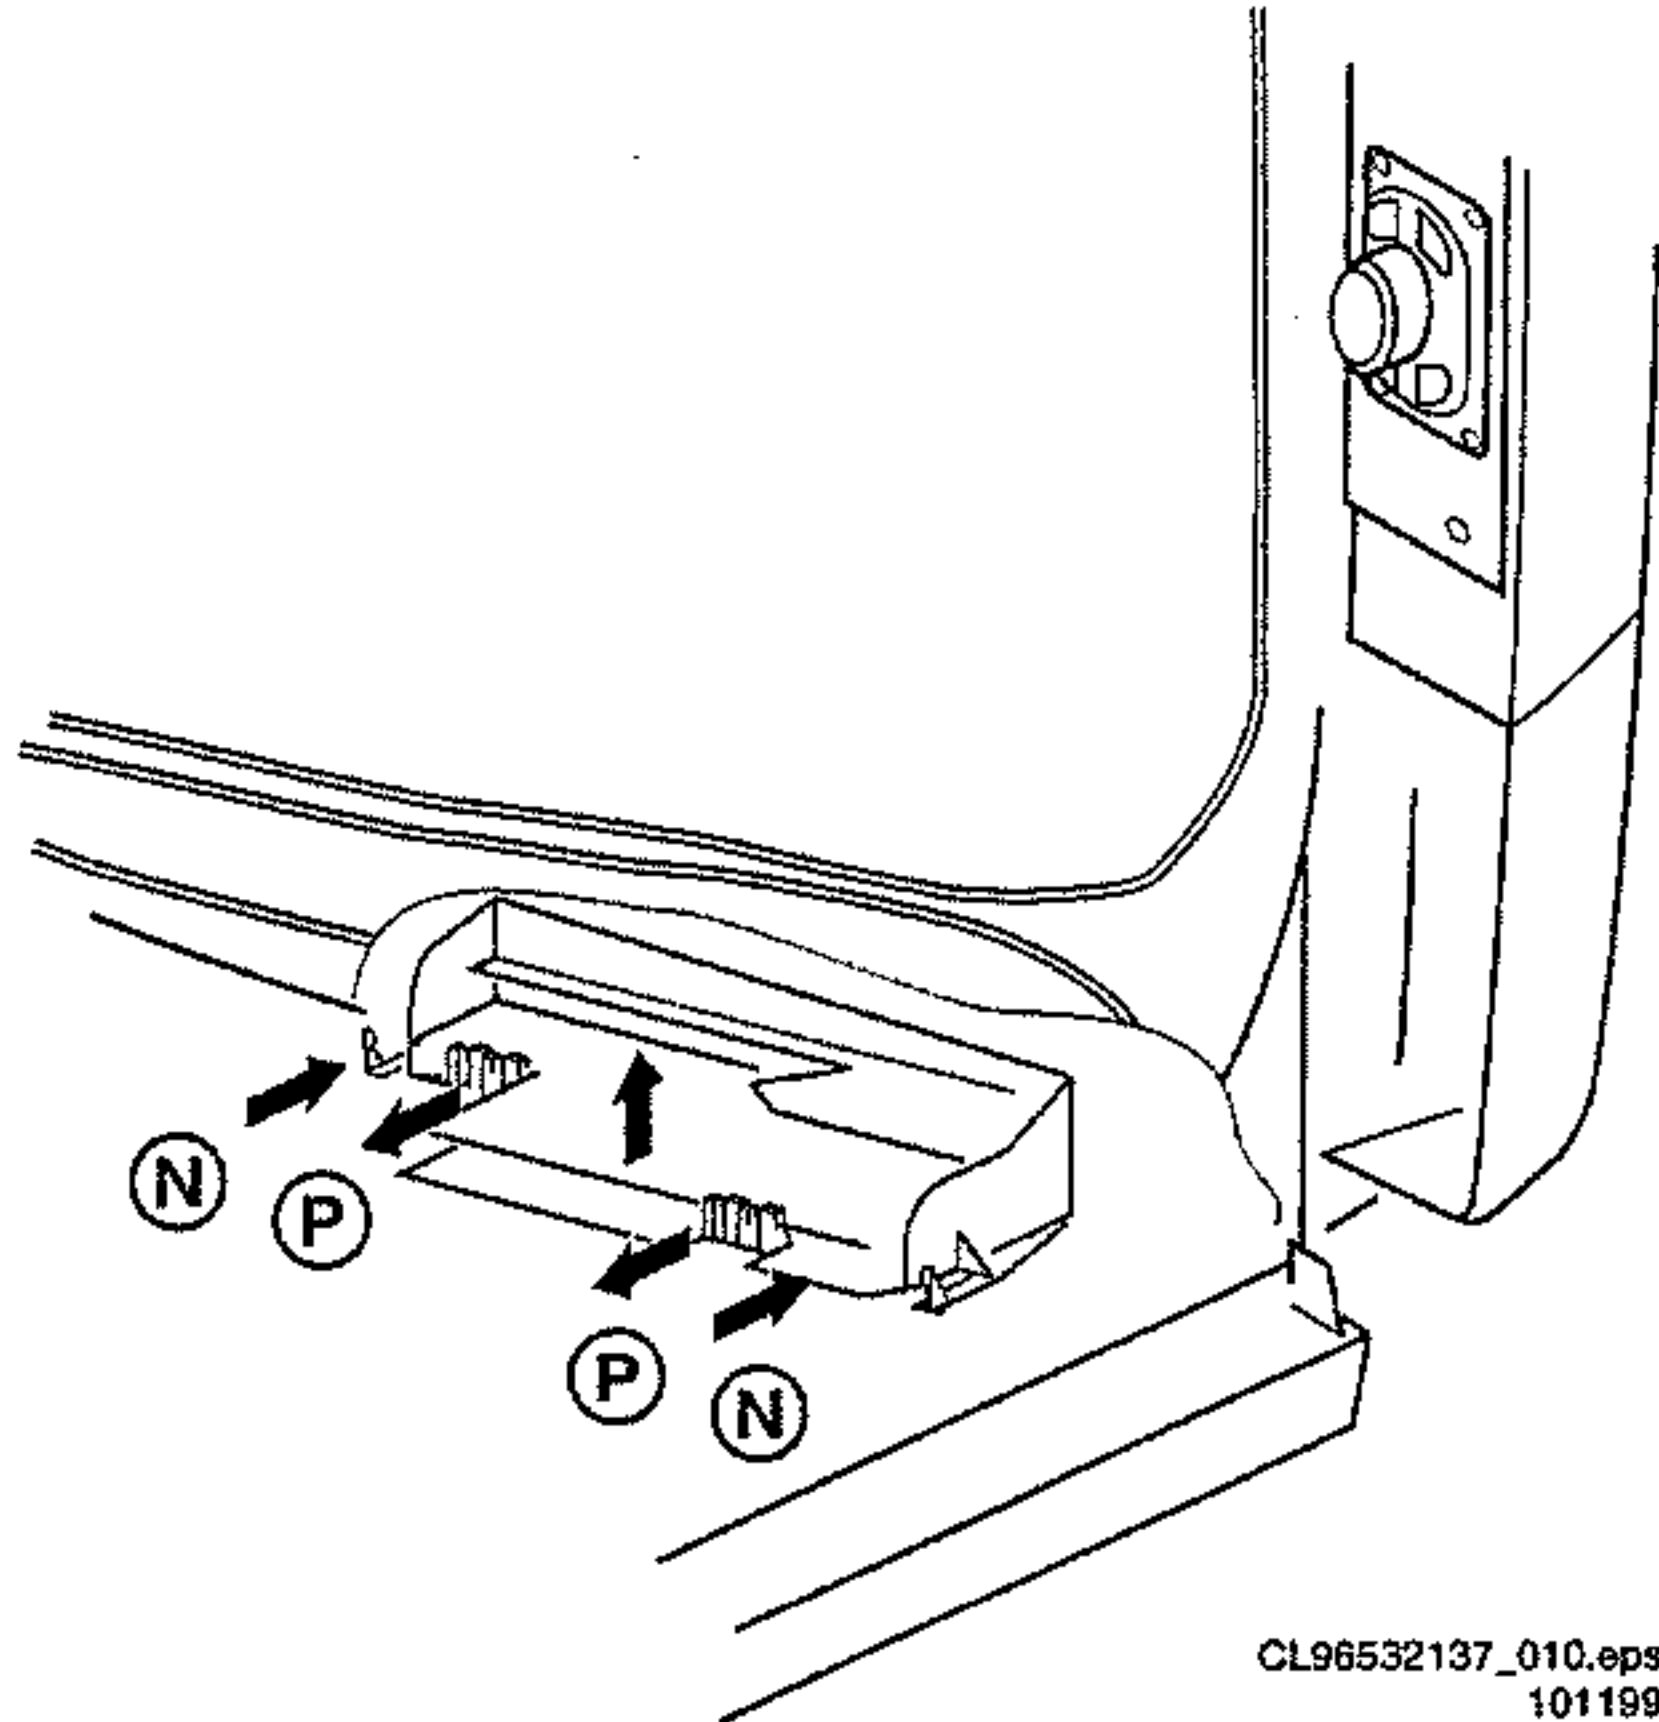

Abbildung 4-9
1. Lösen Sie die beiden Halteklammern [N], indem Sie sie nach oben drücken (siehe Abbildung 4-9). Gleichzeitig muß die gesamte Einheit (Netzteilhalterung und Leiterplatte) nach hinten gezogen werden.